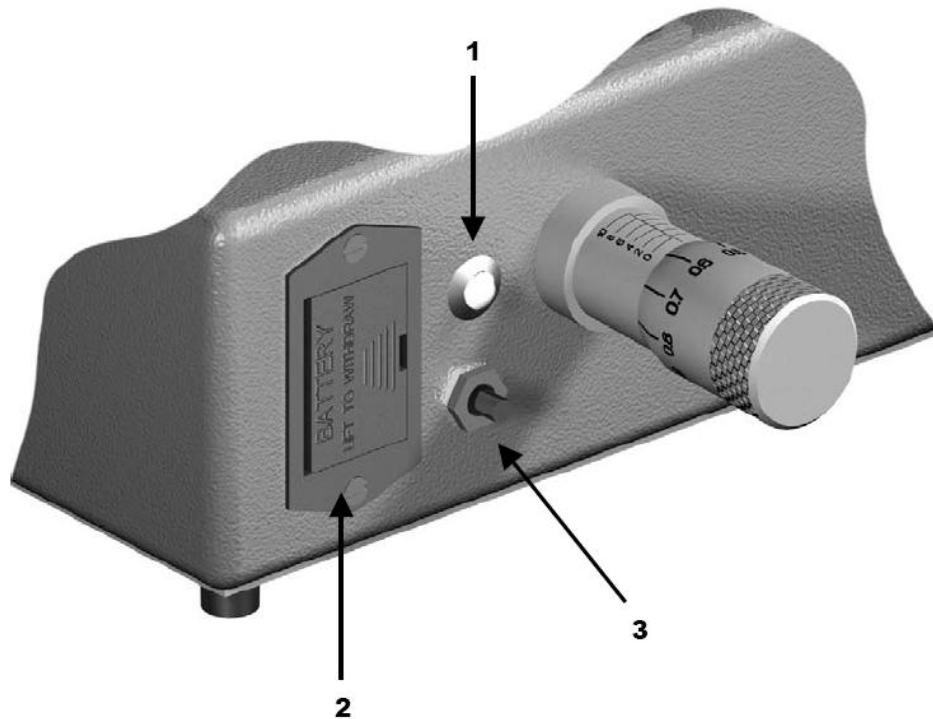

Рисунок 1
- Регулярно проверяйте работу светового индикатора (поз.1 рис.1), который подтверждает, что был достигнут диаметр опрессовки, с помощью нажатия кнопки проверки (поз.3 рис.1). Если необходимо, замените батарейку (поз.2 рис.1) после открытия держателя для батареи.
4. Проверьте работу индикатора, нажав кнопку проверки (поз.3 рис.1), индикатор должен загораться каждый раз, когда достигается установленный вами диаметр обжима.